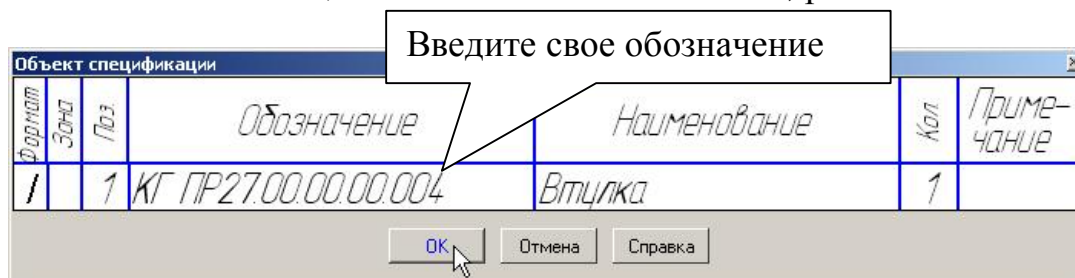

Рис. 61
- 3) В появившемся окне заполните ячейки *Обозначение*, *Наименование*, *Количество* и нажмите *ОК*, рис. 61.